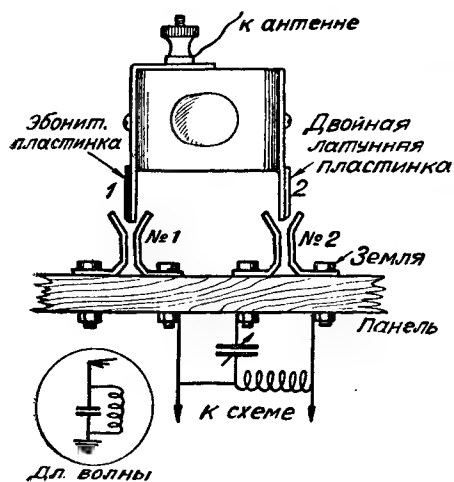

Рис. 4
Второй джек изображен на рис. 4. Размеров опять не указано (у всякого свой вкус). Такой переключатель очень легко может быть собран из щечки, в которые вставляется вилка, должны быть пружинистыми, а у вилки на одной пластинке (1) наклеен кусочек эбонита и для переключения на схему коротких волн этот наклеенный кончик вставляется уже в гнездо № 2, как это показано на рис. 5.